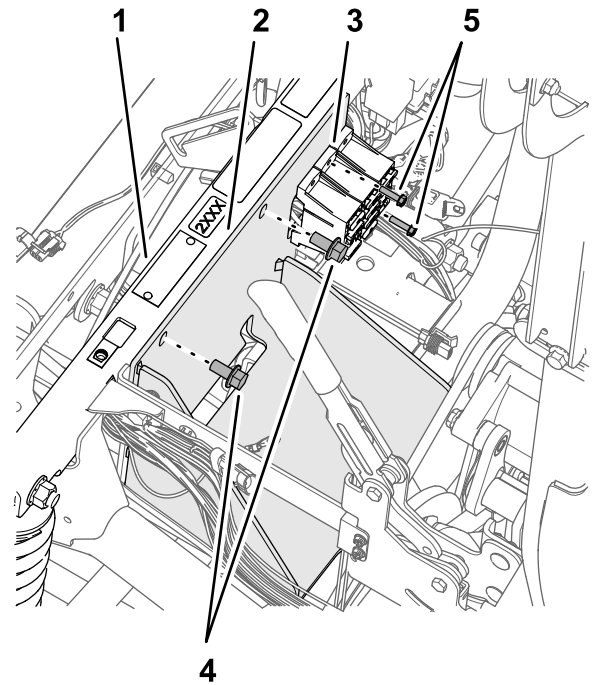

図 176
2. バッテリーブラケットをショックサポートチューブに組み付ける 図 176 ステップ 4 バッテリー300Aとバッテリーブラケットを取り外す (ページ 74)で外したフランジヘッドボルト  $\frac{3}{8}$  x  $\frac{3}{4}$ " 2本を使用する。